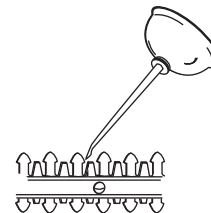

Fig. 7
- Appliquez une huile légère pour machines sur les bords et le bout de la lame (Fig. 7).